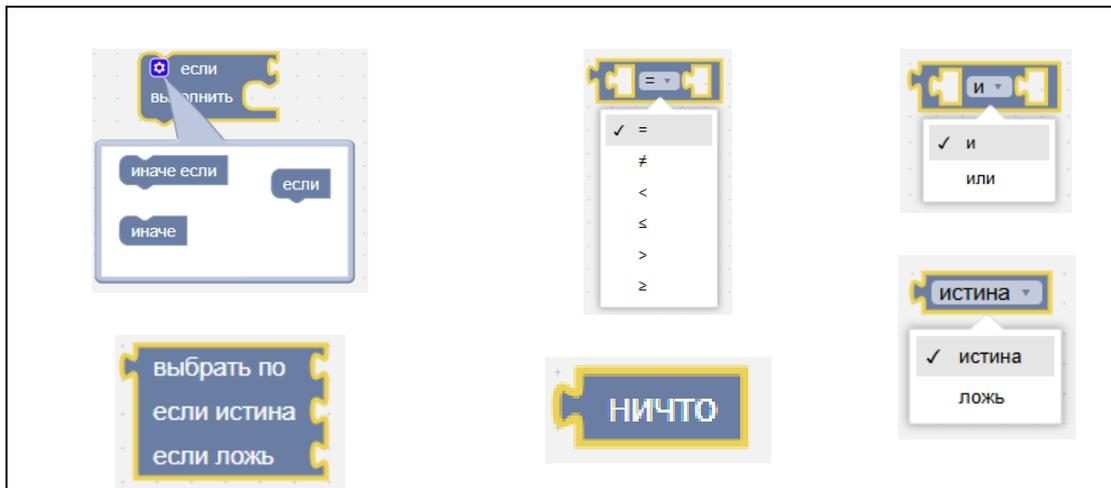

Рисунок II-16 – Блоки «Логика»
1. Блоки «Логика» – условия, сравнения (см. Рисунок II-16).